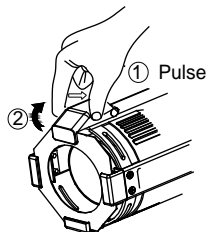

Figura 1
2. Retire el portafiltros como indica la figura 1